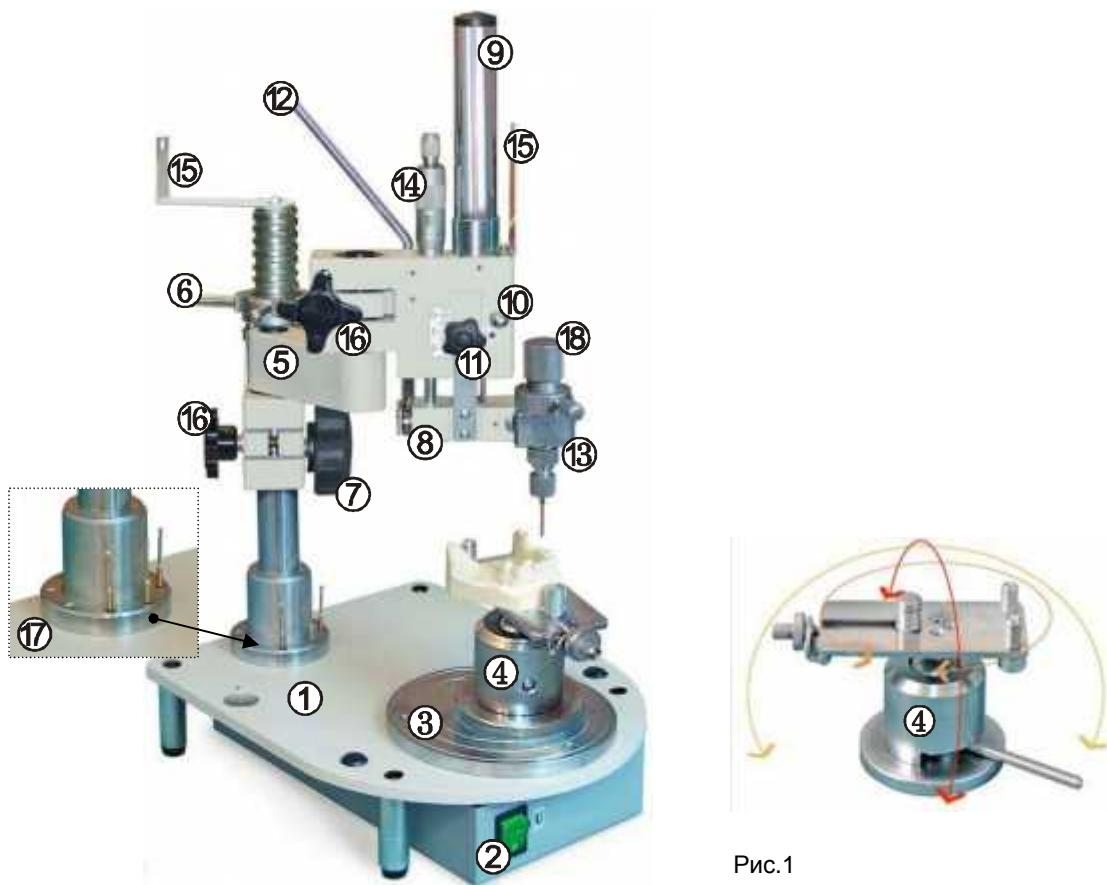
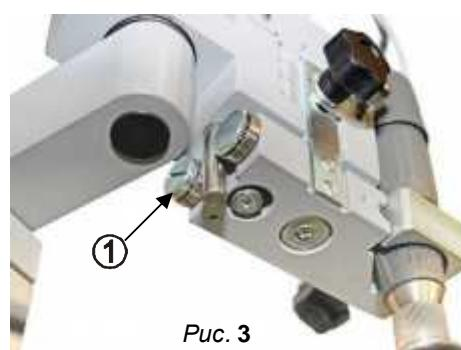

Рис.1
Рис. 3
| 5.1 Основные конструктивные элементы (рис. 1) | 6 |
5.1 Основные конструктивные элементы (рис. 1)
6.2.1 Удалите защитные транспортировочные элементы (пленку электромагнитной платформы, хомуты и пр.). Держатель угловой (15) кабеля бормашины переверните на 180° в соответствии с рис.1.
- разместите на держателях (15) кабель от наконечника;
6.2.5 Отрегулируйте при необходимости усилие возвратной пружины каретки (8, рис. 1):
- снимите кожух (9, рис. 1);
8.1.1 Для устранения люфтов в механизме вертикального перемещения каретки ослабить контргайку эксцентрика (10, рис. 1) и, осторожно поворачивая эксцентрик с помощью отвертки, выбрать зазоры. Добившись плавного, легкого, безлюфтового перемещения механизма, зафиксировать положение оси контргайкой. Аналогично устраняется люфт в скапке каретки (1, рис.3).